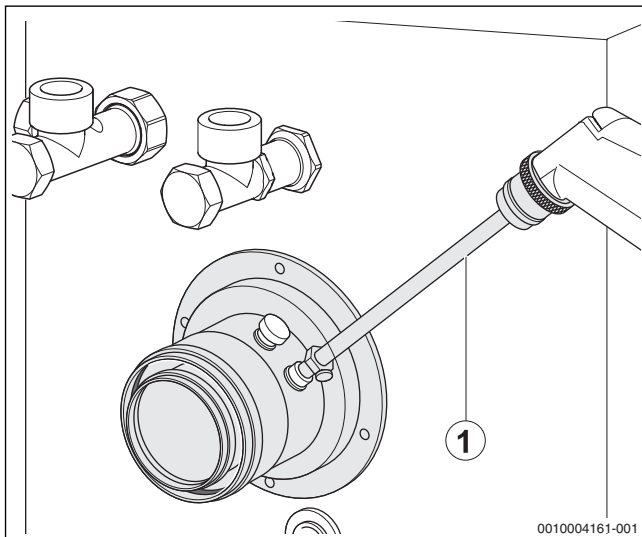

Bild 58 Messwerte aufnehmen
- ▶ Messfühler durch die Messöffnung (→ Bild 58, Seite 32) im Abgasrohr in den Kernstrom halten und CO2-Gehalt kontrollieren.